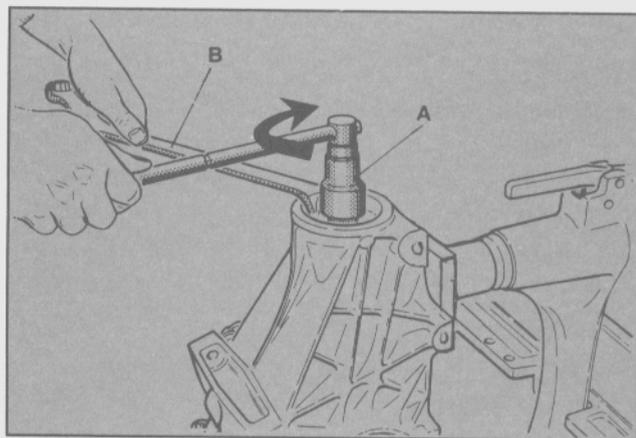

Fig. 21 - Extracción de la tuerca del piñón
- Con la herramienta especial T84G-4615-BAS mantener la tuerca del piñón. Ubicar la herramienta especial T84G-4625-BAS en las estrías del piñón y retirar la tuerca girando el conjunto piñón en sentido horario (Fig. 21).